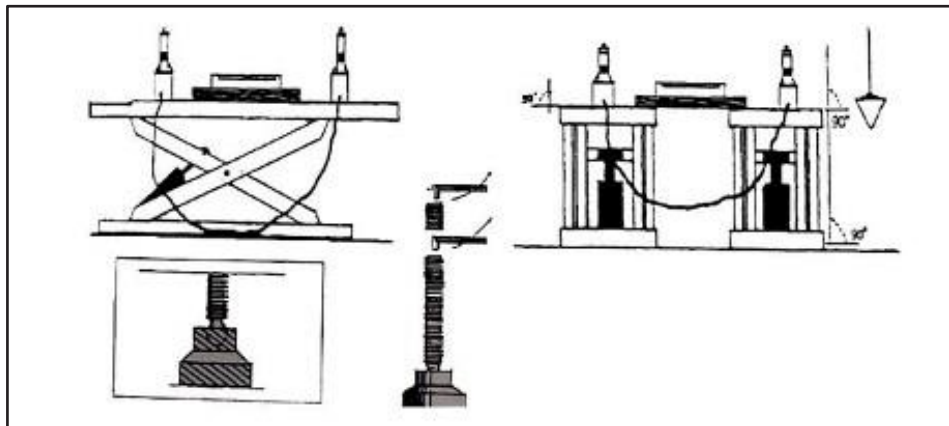

图 23
- 用透明水平管或水平仪检查左右平台平面前后左右水平（图 23）